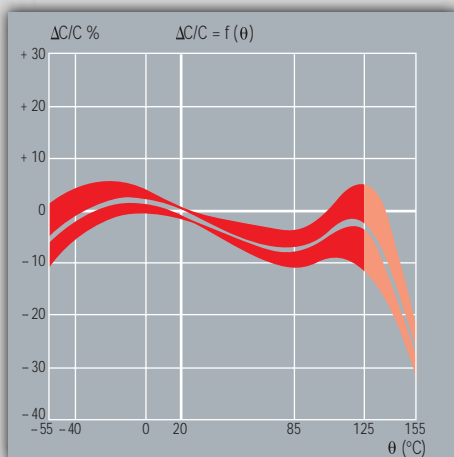

Fig. 11 Evolution relative de la capacité en fonction de la température.
- } Voir pour exemples les figures 11 à 17
- } See examples in figures 11 to 17